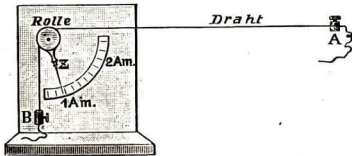

Abb. 337
**Versuch:** (Abb. 337.) Ein etwa 1 m langer Lamettfadens wird über eine kleine mit Zeiger versehene Rolle geführt. Die freihängende Klemme  $B$  dient zur Spannung des Fadens. Leitet man Strom hindurch, so verlängert sich vermöge der Erwärmung der Draht und bewegt die Rolle.